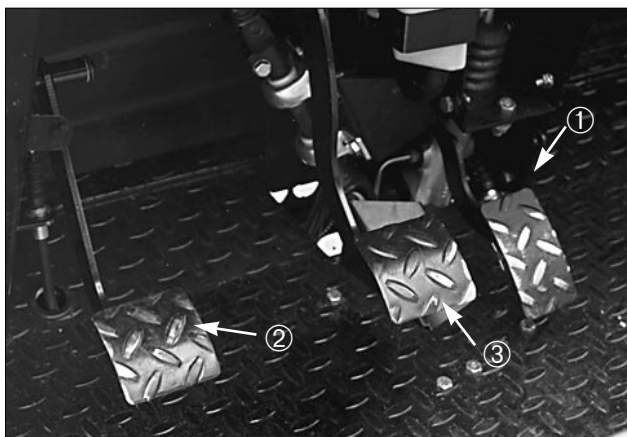

Figure 8
**Pédale d'accélérateur** (Fig. 8)—Sert à varier le régime du moteur et la vitesse au sol quand un rapport est sélectionné. Appuyer sur la pédale pour augmenter le régime du moteur et la vitesse au sol. La relâcher pour réduire le régime du moteur et la vitesse au sol.
**Pédale d'embrayage** (Fig. 8)—Appuyer à fond sur la pédale pour débrayer au démarrage du moteur ou pour changer de vitesse. Relâcher doucement la pédale après avoir embrayé pour éviter d'user inutilement la boîte de vitesse et autres pièces connexes.
**Pédale de frein** (Fig. 8)—Sert à appliquer les freins de service pour arrêter ou ralentir le véhicule.